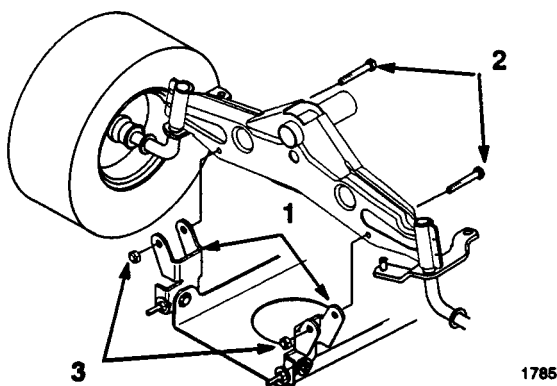

Fig. 41
9. Fjern boltene og låsemøtrikkerne. Træk derefter klippeenhedens to drejemonteringsbeslag ned fra forakslen (fig. 41).